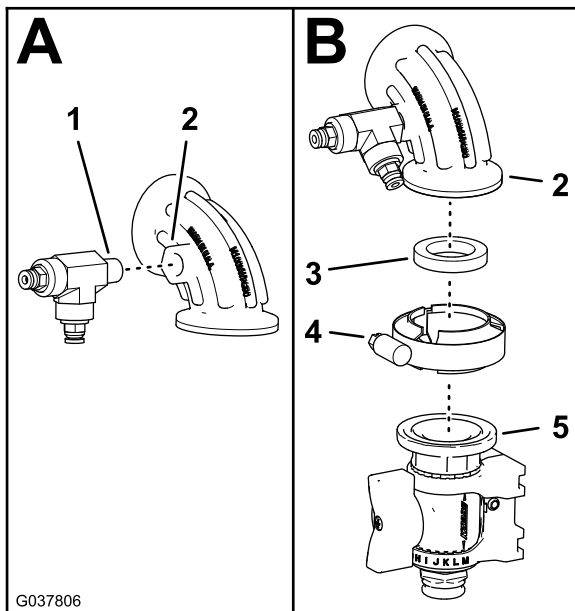

Figure 88
5. Emboîtez le raccord en 'T' que vous avez retiré à l'opération 4 de **Débranchement du tube de détection de pression et du flexible d'alimentation – Kit pistolet-pulvérisateur ou kit dévidoir électrique en option (page 9)** dans le coude à 90° muni d'un orifice de pression (Figure 88).
6. Montez le coude à 90° sur la vanne de coupure à bride (Figure 88) avec un joint (25 x 35 mm) et un collier bride (40 à 64 mm).